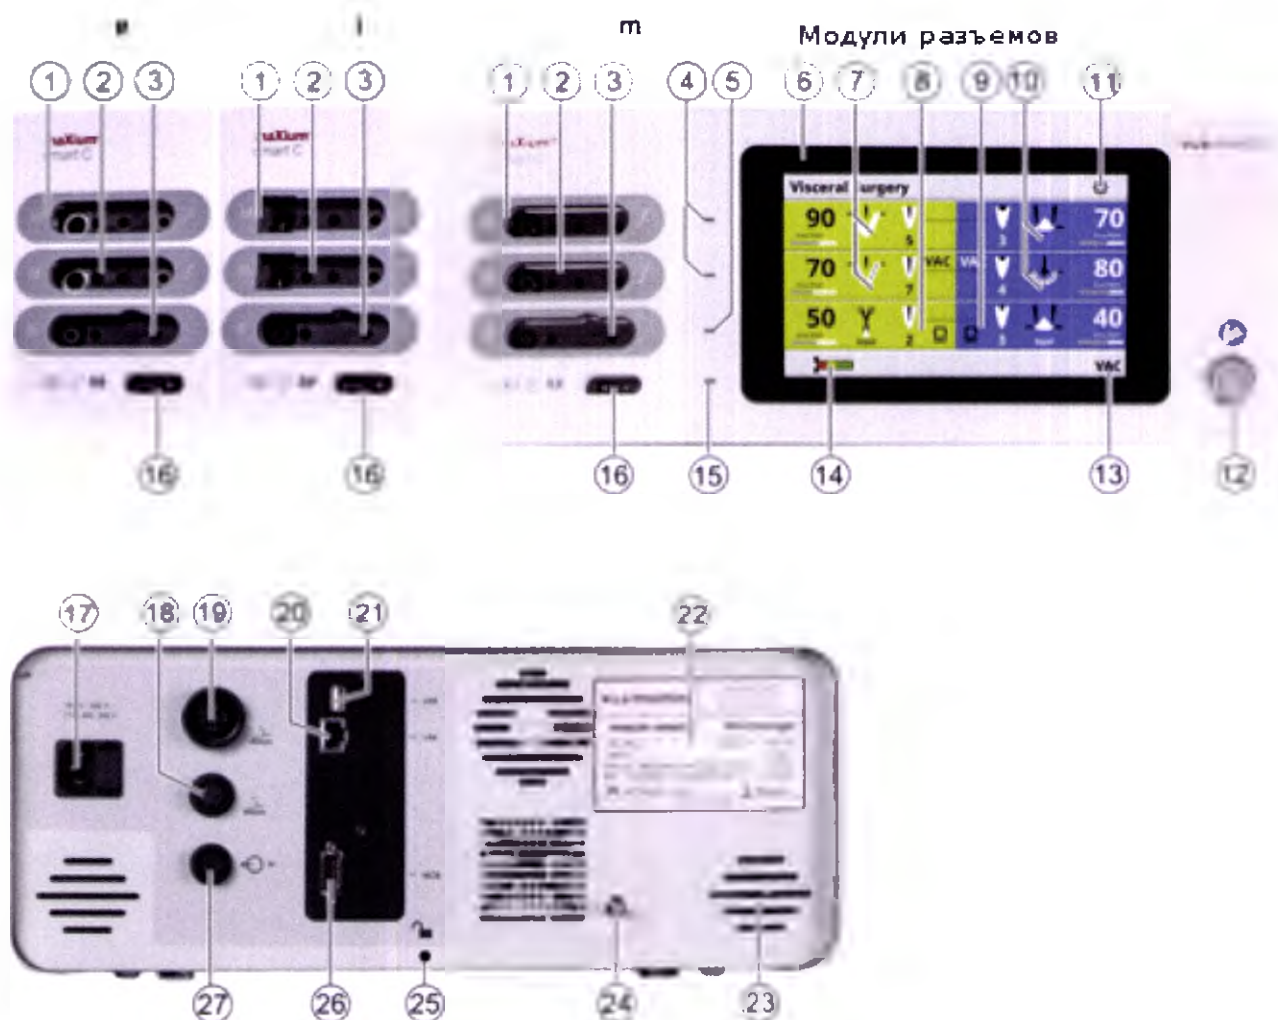

Рис. 6-1: maxium® smart C с модулями разъемов : **m**, **i** и **e**.
Разъем (16, Рис. 6-1) для подключения нейтрального электрода предназначен для подключения соединительного кабеля с симметричным прямоугольным штекером стандарта US.
- Двухкнопочная педаль подключается к разъему (19, Рис. 6-1),
- Однокнопочная педаль подключается к разъему (18, Рис. 6-1).
Двухкнопочная педаль, подключаемая к разъёму (19, Рис. 6-1) имеет две кнопки: жёлтую и синюю. Жёлтая предназначена для активации режимов монополярного и биполярного резания, а синяя — для монополярного и биполярного коагулирования. Соответственно, жёлтая кнопка может быть сопоставлена с любым выводом для резания, синяя — с любым выводом для коагуляции.
К дополнительному разъёму (18, Рис. 6-1) можно подключить однокнопочную педаль, которую можно связать как с режимом резания, так и коагуляции, монополярного или биполярного тока. Таким образом она может работать с инструментом как для монополярного резания или коагуляции, так и для биполярного резания или коагуляции.
Для подключения аргоновой приставки maxium® smart Beam предназначен разъем (27, рис.6-1). Через этот разъем осуществляется
Интерфейс MCB (26, рис. 6-1) служит для соединения с внутренней сетью операционной, а также для управления внешними устройствами, например, эвакуатором дыма. Дополнительное оборудование, подключаемое к аппарату по аналоговому или цифровым линиям связи должно соответствовать стандартам IEC (IEC 609500 для оборудования обработки данных и IEC 601-1 для электромедицинского оборудования). Любое лицо, подключающее дополнительное оборудование ко входам и выходам, а также настраивающее систему несёт ответственность в соответствии со стандартом IEC 601-1-1, разделы 14.3 и 16. Подключения такого дополнительного оборудования не влияет на работоспособность аппарата. Кроме того, на работоспособность
USB порт (21, рис. 6-1) используется для обновления программного обеспечения.
используется разъем заземления (24, Рис. 6-1). Необходимый соединительный кабель не входит в комплект поставки и может быть приобретен отдельно (арт. REF 80-260-50-04), если требуется.
maxium® smart C поставляется с источником питания широкого диапазона, который позволяет подключать аппарат к сети с номинальным напряжением от 100 В до 240 В. При этом не требуется проводить дополнительных настроек. В разъем электропитания (17, Рис. 6-1) встроены два предохранителя (Т 6.3 АН, 250 В).
Управление аппаратом maxium® smart C осуществляется посредством сенсорного экрана и кнопки Включения/Выключения **ON/OFF** (12, Рис. 6-1).
После необходимых подготовительных работ и установки аппарата maxium® smart C на предназначенное для него место (ознакомьтесь с внутренними правилами размещения аппарата и правилами пожарной безопасности), аппарат можно включить с помощью кнопки включения **ON/OFF (ВКЛ/ВЫКЛ)** (12, Рис. 6-1). После включения maxium® smart C переключается на последнюю использованную программу. Однако есть возможность изменить эту настройку с использованием Сервисного меню, и установить загружаемой по умолчанию «стандартную программу» (см. раздел 10.6.7 «Сервисное меню», стр. 66).